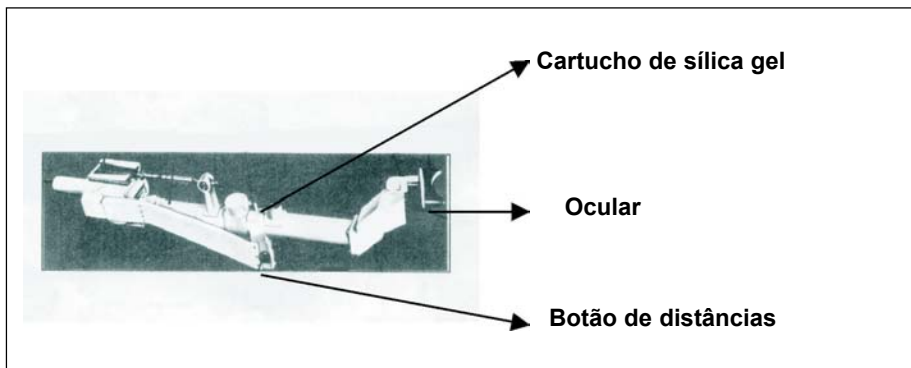

Fig 7-18. Luneta TZF
**a.** A luneta TZF 1A (Fig 7-18) será utilizada pelo At, como instrumento secundário de tiro, quando o SACT não puder ser empregado.